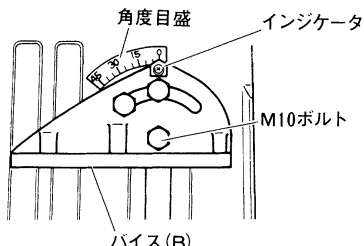

図8
本機は 45 度までの角度切断ができます。付属の 17 mm スパナで M10 ボルト(3本)をゆるめ、角度目盛にインジケータを合わせればバイス(B)の角度が設定できます。(図8参照)
付属の 17 mm スパナで M10 ボルト（3本）をはずし（図 8 参照）、バイス (B) を角度目盛（図 8 参照）側に移動し 0 目盛に合わせて取付けると、バイスの最大開きは、148 mm にできます。